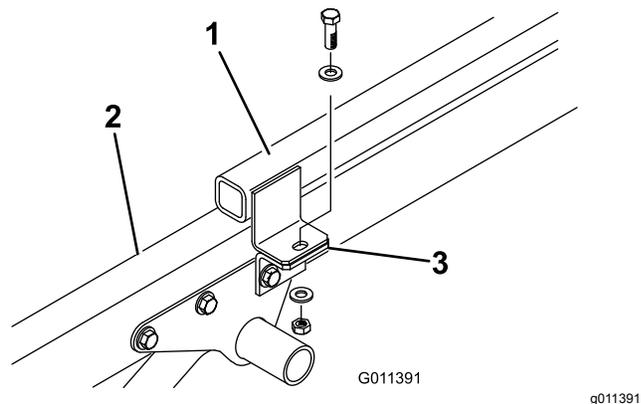

Рисунок 6
3. Удалите болт, 2 плоские шайбы и контргайку, которые крепят каждый кронштейн навесного оборудования к соответствующему выступу сцепной рамы (Рисунок 6).